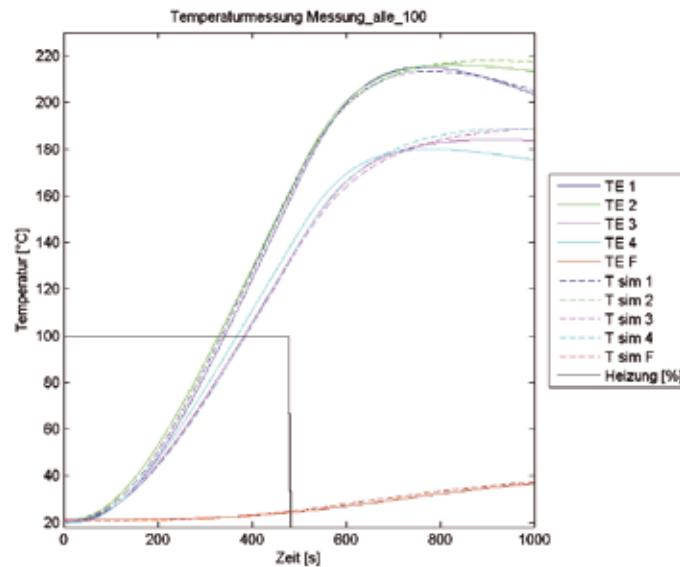

Abb. 4: Vergleich zwischen Simulation (Linien gestrichelt) und realer Messung
Abb. 4: Ergebnisse der wesentlichen energetischen Kenndaten mit dem Monatsbilanzverfahren. Der Passivhausstandard wird erfüllt, da der Heizwärmebedarf (Heating Demand) unter 15 kWh/(m2a) liegt.
- Primärenergiebedarf ist in Abbildung 4 zu sehen.